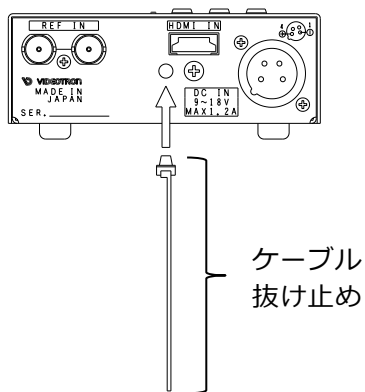

図4-1
- 1) HMS-30H 本体の HDMI IN コネクターの近くにある取り付け穴に、付属のケーブル抜け止めを挿入します。(図 4-1)